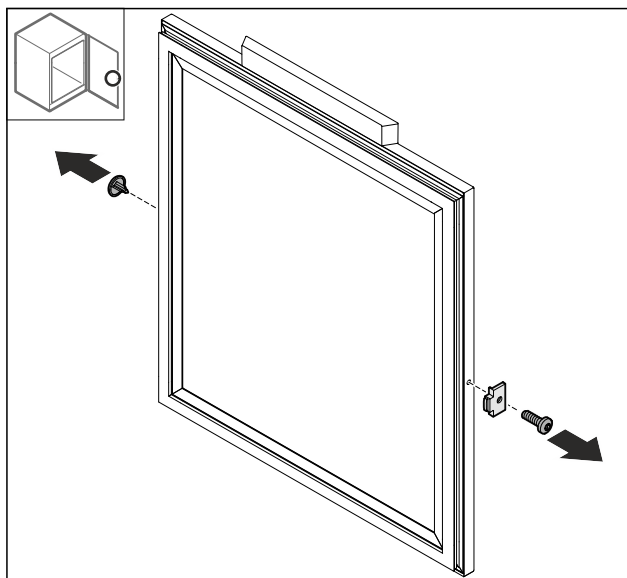

Fig. 69
- ▶ Зніміть кожух Fig. 69 (1).
- ▶ Демонтуйте дверний обмежувач Fig. 69 (2).